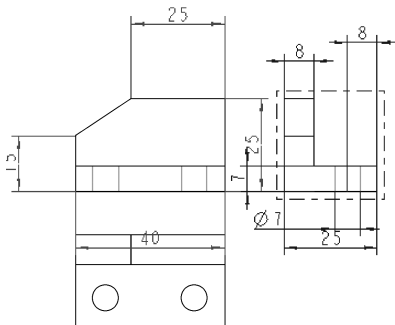
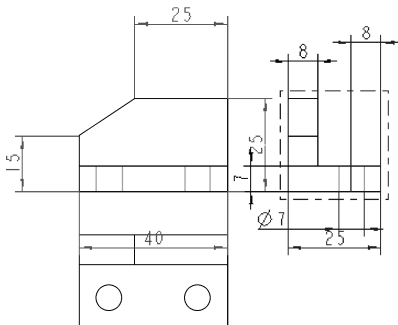

图 10-195 左视图尺寸显示预览
图 10-196 视图中欲显示的尺寸
(5) 在对话框中单击【应用】按钮，显示上述四个尺寸。
(6) 在图形区选取左视图，其尺寸预览状态如图 10-195 所示，在其中选择尺寸 7 和 8，两个尺寸变为黑色，如图 10-196 所示。